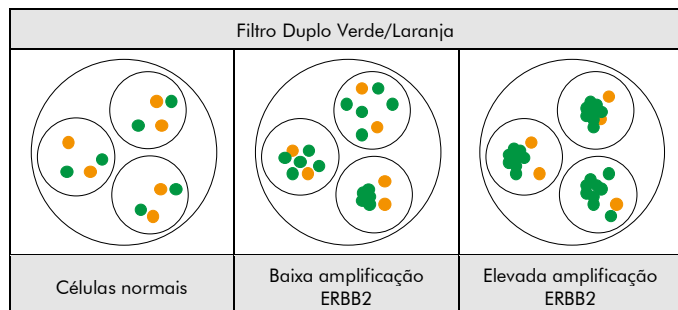

Fig. 2: Resultados esperados em núcleos normais e anormais
**Situação normal:** Em interfases de células normais ou em células sem amplificação envolvendo a região do gene ERBB2, são visíveis dois sinais verdes e dois sinais laranja (ver Fig. 2).
**Situação anormal:** Em células com amplificação da região do gene ERBB2 é visível um aumento dos sinais específicos verdes ou aglomerados de sinais verdes (ver Fig. 2).